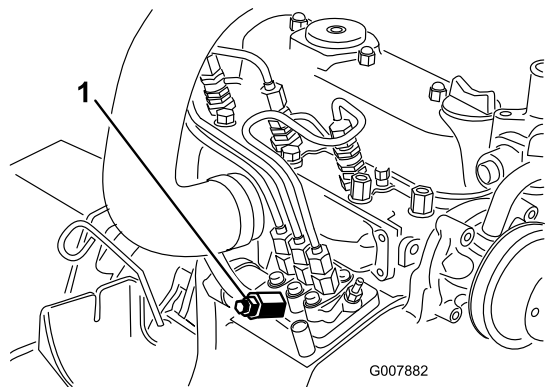

Figura 35
3. Coloque un trapo debajo del tornillo de purga de aire de la bomba de inyección de combustible y abra el tornillo (Figura 35).